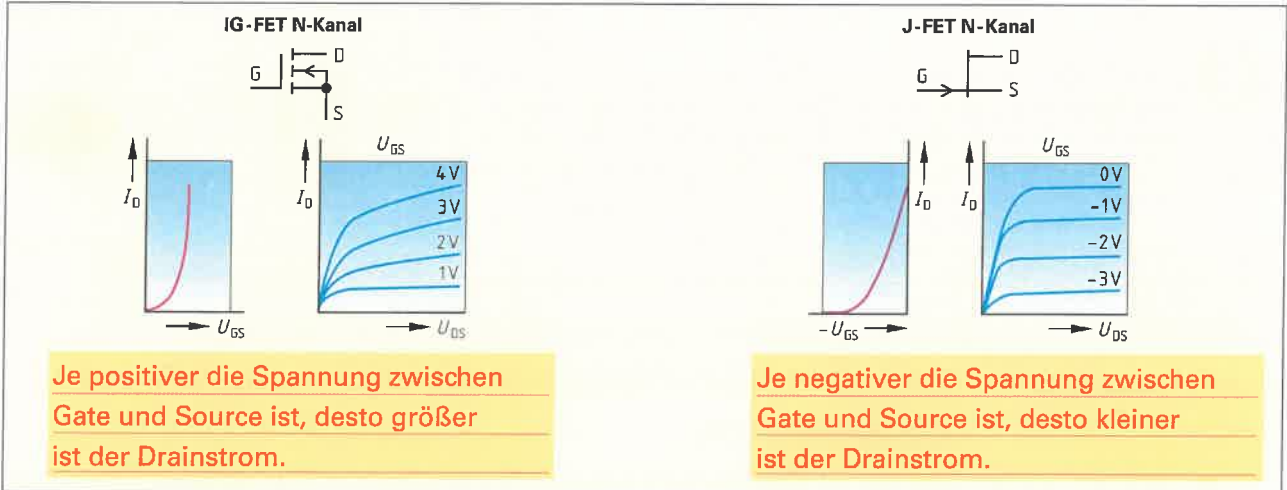

Bild 1: Kennlinien von Feldeffekttransistoren
6. Formulieren Sie aus den Kennlinien (Bild 1) den Zusammenhang zwischen Größe und Polarität der Steuerspannung und dem dadurch entstehenden Drainstrom.